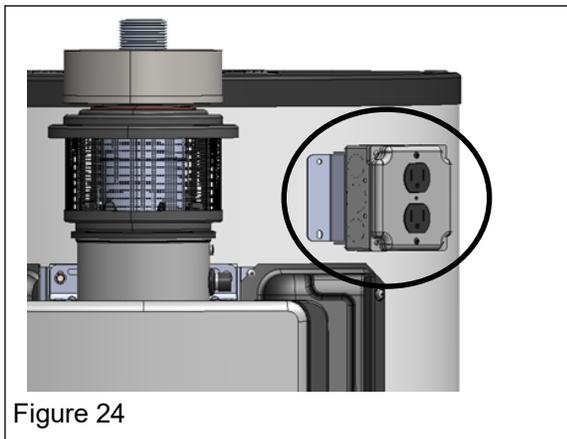

Figure 24
2. Déposer les deux vis placées autour du couvercle de la prise. Retirer le couvercle de la prise de courant et la prise précâblée (figure 24).